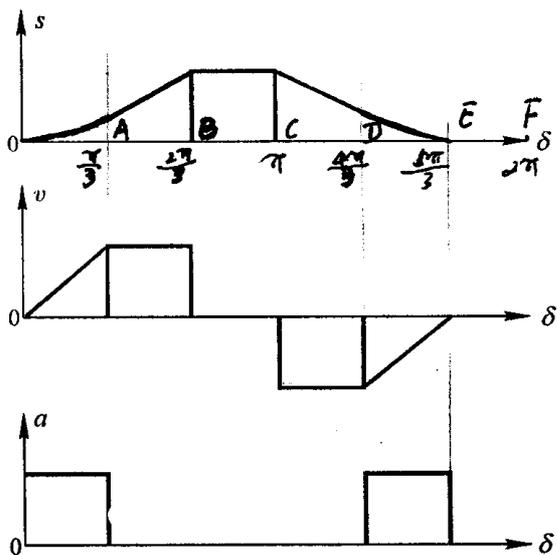

图 2
7. 在直动尖底从动件盘形凸轮机构中，图 2 所示的从动件运动规律尚不完全，试在图上补全各段的 $s - \delta$ ， $v - \delta$ ， $a - \delta$ 曲线，并指出哪些位置有刚性冲击，哪些位置有柔性冲击。